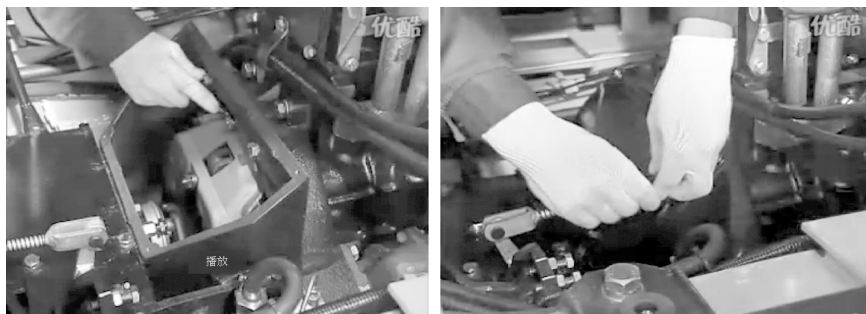

图 3-6 离合器检修
(2) 离合器 解体检修离合器摩擦片、压紧弹簧、分离杠杆, 并调整间隙。如图 3-6 所示。